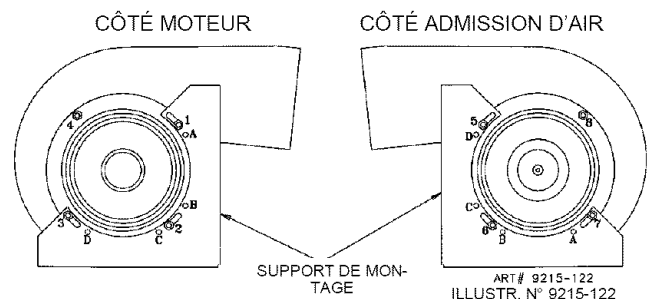

Figure 16
**REMARQUE :** Les supports de montage montrés à la figure 16 sont tels qu'assemblés en usine pour une évacuation par le plancher ou par le mur arrière.